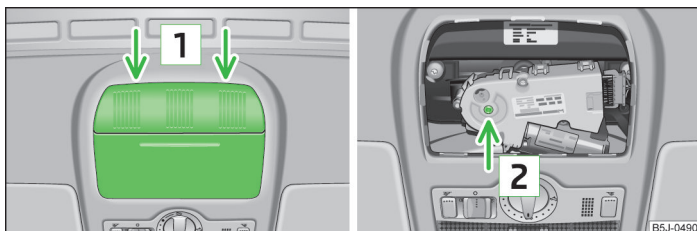

Fig. 22 Points d'application du tournevis/ouverture prévue pour l'application de la clé
- Insérer avec précaution un tournevis de 5 mm d'épaisseur dans la fente aux emplacements désignés par les flèches **1** » fig. 22.